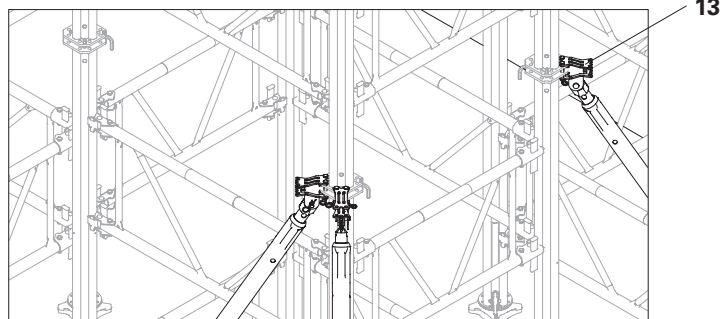

Fig. A5.03a
4. Montare i puntelli di stabilizzazione RS sui giunti dei puntelli. (Fig. A5.03a)